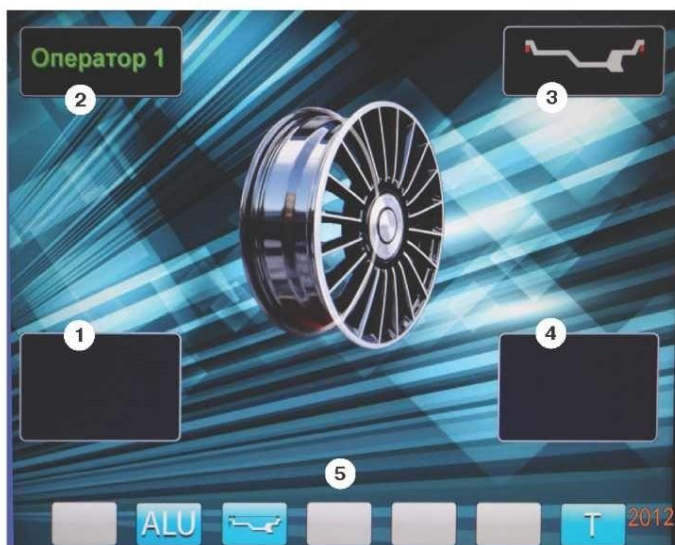
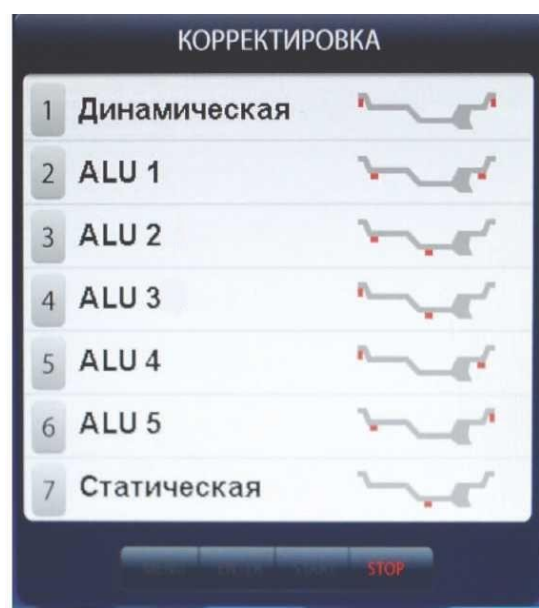

рис.8.2.
рис.11.3.
8.3. После включения питания СБ на экране монитора отображается фирменная заставка, которая через несколько секунд сменяется отображением экрана основного рабочего режима (рис. 8.2).
Для выбора схем расположения грузов в программах ALU1-ALU5 необходимо, находясь в режиме основного рабочего экрана, нажать кнопку «ALU», при этом открывается окно схем установки грузов, отмеченных номерами рис. 11.3. Если после введения размеров колеса установился экран ввода геометрических параметров, необходимо перейти в экран основного рабочего режима нажатием кнопки «STOP». Для выбора нужной схемы нажмите кнопку верхнего ряда клавиатуры с соответствующим номером. Выбранная схема установки грузов отображается в окне 3 экрана основного рабочего режима (рис. 8.2).
122. При включении СБ программа измерения дисбаланса настраивается таким образом, что дисбаланс менее 5 г (заводская установка) на любой плоскости коррекции не показывается, в этом случае в окнах 1 и 4 (рис. 8.2) высвечиваются «OK». Минимальный дисбаланс отображающийся в окнах 1 и 4 равен 5 г. Дисбаланс, превышающий 8 г, округляется до величины кратной 5, т. е. дисбаланс 9, 10, 11 и 12 г отображается цифрой 10, дисбаланс 13, 14, 15, 16 и 17 г - цифрой 15 и т. д. Для просмотра неокругленного значения дисбаланса или дисбаланса менее 5 г. необходимо нажать кнопку «<>», при этом в окнах 1 и 4 на 2-3 сек высвечиваются фактические значения дисбаланса, определенные в данном запуске.